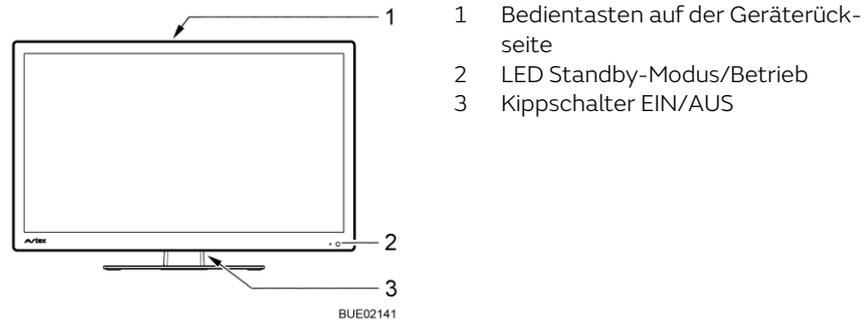
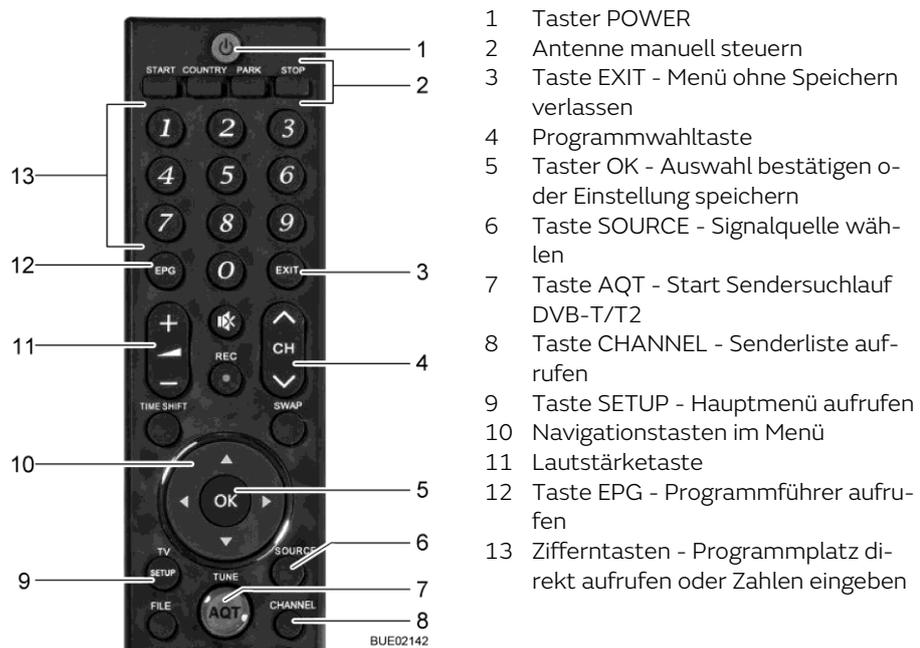

Bild 46 Bedienung am Flachbildschirm
Bild 47 Fernbedienung
- Kippschalter (Bild 46,3) auf der Rückseite des Flachbildschirms auf EIN stellen. Die Anlage schaltet in den Standby-Modus. Die LED (Bild 46,2) leuchtet rot.
- Taste POWER (Bild 47,1) auf der Fernbedienung drücken. Die LED (Bild 46,2) leuchtet blau.
- Programmwahltasten (Bild 47,4 oder Bild 47,13) drücken, bis das gewünschte TV-Programm gewählt ist.
- Taste SOURCE (Bild 47,6) so oft drücken, bis die gewünschte Signalquelle ausgewählt ist.
- Taste PARK (Bild 47,2) drücken. Die Antenne fährt in Parkposition.
- Taste SOURCE (Bild 47,6) so oft drücken, bis die gewünschte Signalquelle (z. B. DVD) ausgewählt ist.
- Taste POWER (Bild 47,1) auf der Fernbedienung drücken. Die Anlage schaltet in den Standby-Modus. Die LED (Bild 46,2) leuchtet rot.
- Kippschalter (Bild 46,3) auf der Rückseite des Flachbildschirms auf AUS stellen.